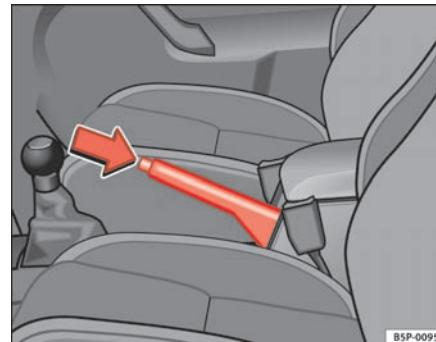

Fig. 100 Freno de mano entre los asientos delanteros
- Tire con fuerza de la palanca del freno de mano hacia arriba ⇒ fig. 100.
- Tire ligeramente de la palanca hacia arriba, presione el botón de desbloqueo en la dirección de la flecha ⇒ fig. 100 y baje completamente la palanca. ⇒ !